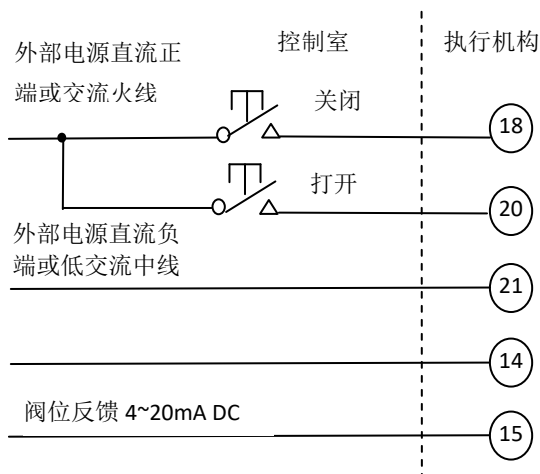
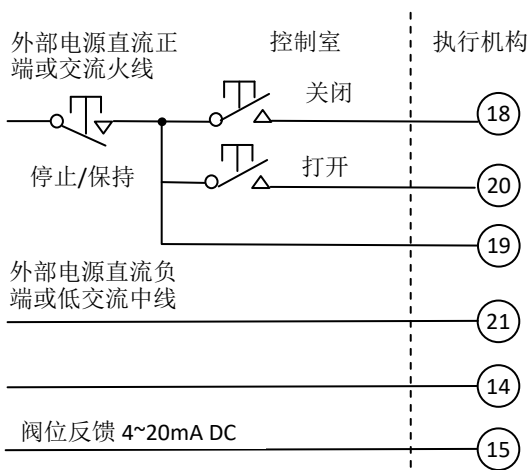

图 14-4 点动式打开/关闭控制，执行机构可以停在中途任意位置
图 14-6 保持式打开、关闭、停止控制
14.2.2 图 14-4~图 14-6 为外部 24~60V 直流或交流供电